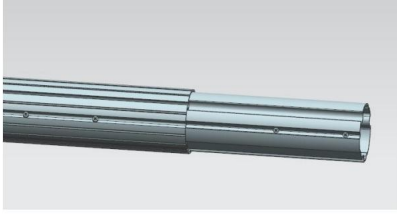
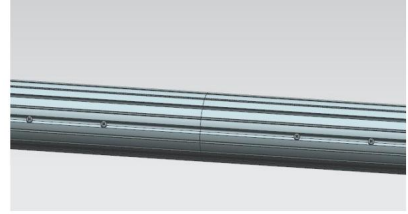

Figuur C8
Figuur C9
3.3 Haal de onderste beugels van de armen, plaats ze in de onderste installatiepositie met aluminium platen, bevestig ze met schroef C en schroef D (Figuur C8), monteer vervolgens de arm aan de beugel, bevestig de bovenste beugels ook met schroef C en schroef D. Zorg ervoor dat de twee armen op dezelfde hoogte zijn. (Figuur C9)